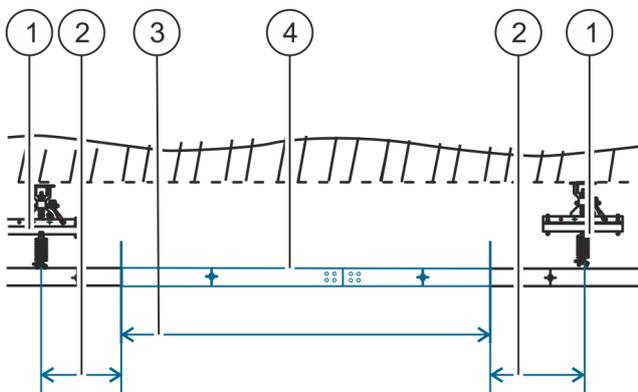

Abb. 12: Lücke markieren
2. ➤ Gesamtlänge (Abb. 12/3) der TracFeed® OSS Dilatation auf der Oberleitungsstromschiene (Abb. 12/4) markieren. Dabei den Mindestabstand von 500 mm (Abb. 12/2) zu den Stützpunkten (Abb. 12/1) einhalten.